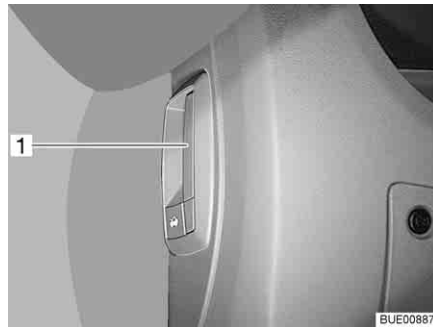

Bild 38 Låsspak motorhuv (inne i fordonet)
- Dra i spaken (Bild 38,1) under till vänster eller vid sidan om instrumentbrädan.